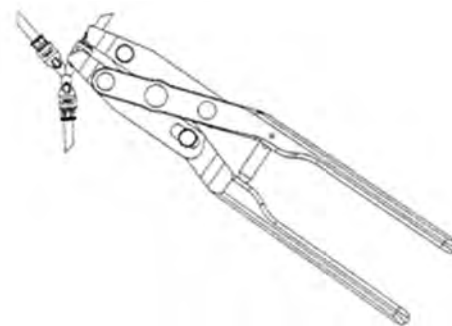

Figure 4-36. Pince à connexion rapide (approche par le côté du connecteur triple)
9. En cas d'utilisation d'un connecteur triple, la pince doit être utilisée à trois reprises, une fois à chaque extrémité du connecteur. L'approche de la pince doit s'effectuer par le côté de chaque extrémité de connecteur. Insérer la tubulure dans chaque extrémité de connecteur jusqu'à ce qu'elle touche la paroi interne du connecteur (confirmation par la fenêtre du connecteur). (Figure 4-36)